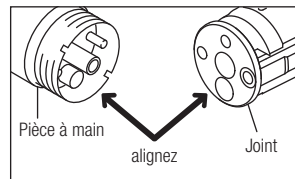

Fig. 11
- 3) Insérez le joint dans la pièce à main. Assurez-vous que la broche et le joint sont serrés. (Fig. 11)